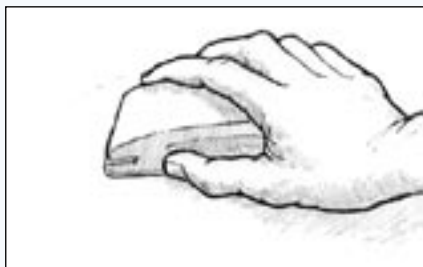

Рис. 32. Шлифовка поверхности
3. Отшлифуйте поверхность так, чтобы она стала гладкой (Рисунок 32). Если на поверхности присутствуют потеки или сползание материала, то начните шлифовку с использованием наждачной бумаги № 80. С ее помощью устранив выступающие участки. Шлифуйте поверхность до тех пор, пока она не станет ровной, на вид и на ощупь. Завершите шлифовку, используя рекомендованный тип наждачной бумаги для покрытия, которое будет наноситься – см. инструкции по нанесению покрытия. Адгезия краски частично зависит от механического сцепления краски с поверхностью эпоксидного материала. Если наносится грунтовка толстым слоем или грунтовка-наполнитель, то, как правило, используется бумага № 80-100. Для грунтовки и покрытий с высоким содержанием твердых веществ может использоваться бумага № 120-180. Обработка бумагой № 180 рекомендуется для покрытий с высокой степенью блеска. Менее шероховатая наждачная бумага может быть недостаточна для обеспечения надлежащего уровня сцепления, и на поверхности, обработанной такой бумагой, могут появиться подтеки. Соблюдайте рекомендации производителя краски относительно подготовки поверхности. Влажная пескоструйная обработка используется чаще всего, так как, помимо прочего, она помогает снизить количество пыли, образующейся при обработке, и описанные выше этапы 2 и 3 выполняются как одно действие.